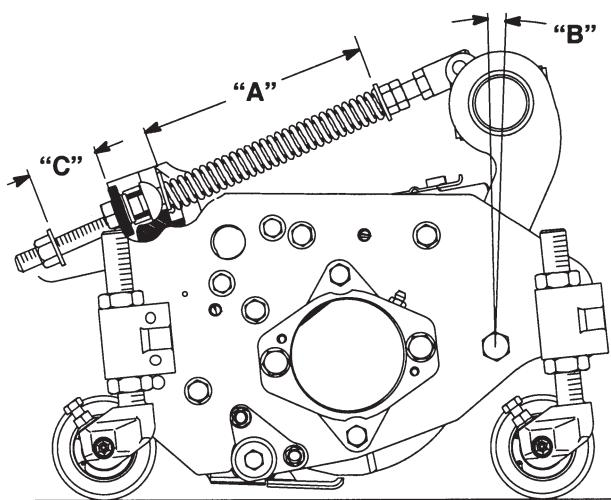

Bild 2
Die Rasenausgleichsfeder (Bild 2), die das Chassis mit dem Schneidwerk verbindet, regelt das Ausmaß der möglichen Vor-/Rückwärtsdrehung sowie den Bodenabstand beim Transport und beim Wenden.
1. Ziehen Sie die Sicherungsmutter an der Rückseite der Federstange so weit fest, bis der Abstand (C) zwischen der Rückseite des Federprofils und der Vorderseite der Scheibe 26 mm (Bild 2) beträgt.
2. Ziehen Sie die Sechskantmuttern an der Vorderseite der Federstange so weit fest, bis die zusammengedrückte Länge (A) der Feder 203 mm (Bild 2) beträgt.
ANMERKUNG: Verlängern Sie beim Mähen unebener oder welliger Rasenflächen die zusammengedrückte Länge (A) der Feder auf B=216 mm und den Abstand (C) zwischen der Rückseite des Federprofils und der Vorderseite der Scheibe auf 39 mm (Bild 2).